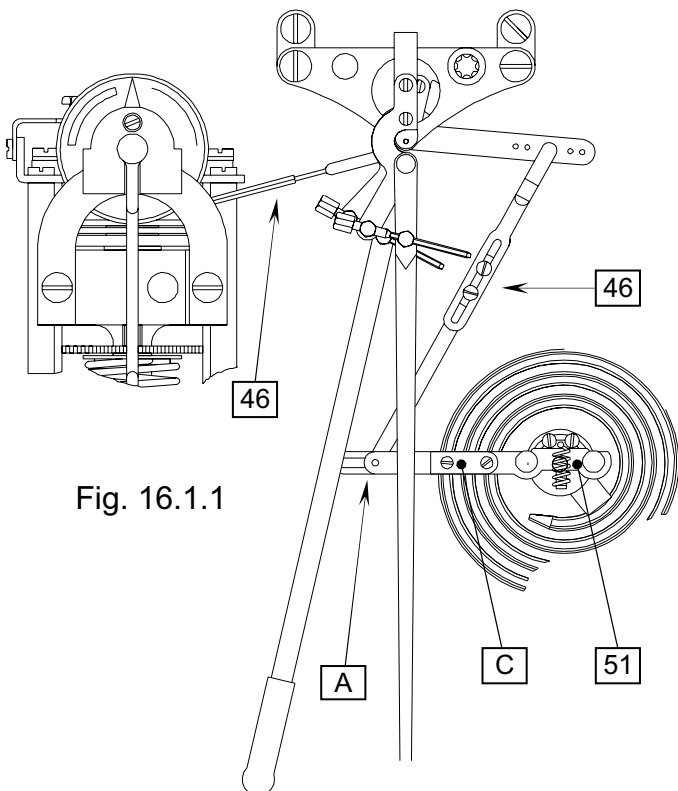
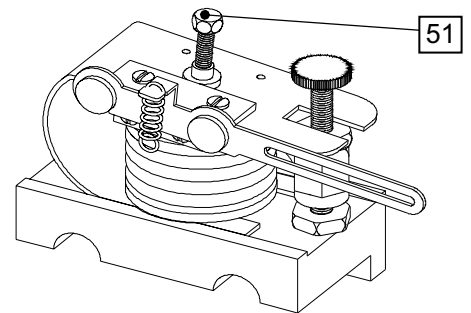

Fig. 16.1.1
Fig. 16.1.2
Pour corriger tout éventuel petit écartement de la plume écrivante du variable mesuré de la valeur réelle, agir sur le tirant (45) (voir Fig 16.1.1).
Voir Fig. 16.1.1 pour les éléments de température et pression. Voir Fig. 16.1.2 pour les éléments de réception 3÷15 psi.
4. Agir sur la vis du trimmer PT2 (voir Fig. 16.1.1) et conduire l'indicateur au 100% de l'échelle.